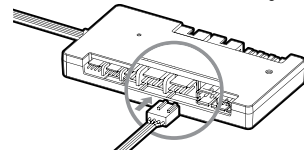

Figura 4
5. Conecte el sensor de temperatura del XD7 RGB al puerto de temperatura #1 de su CORSAIR iCUE Commander PRO (Figura 4).